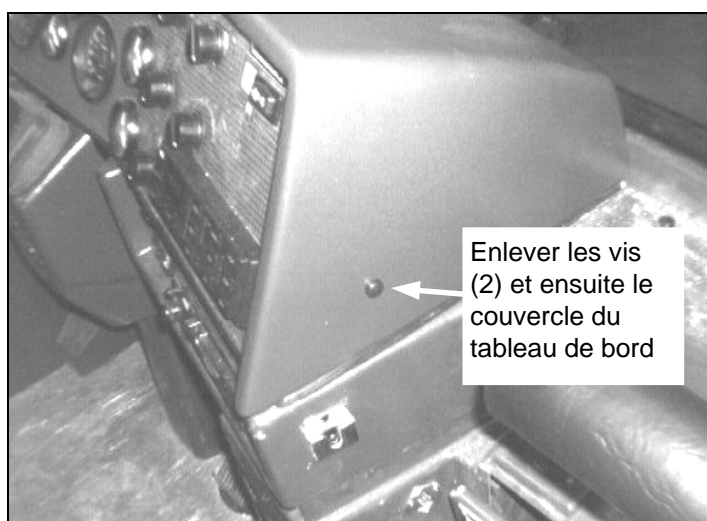

FIGURE 3
4. Enlever le couvercle du tableau de bord (Fig. 3.)